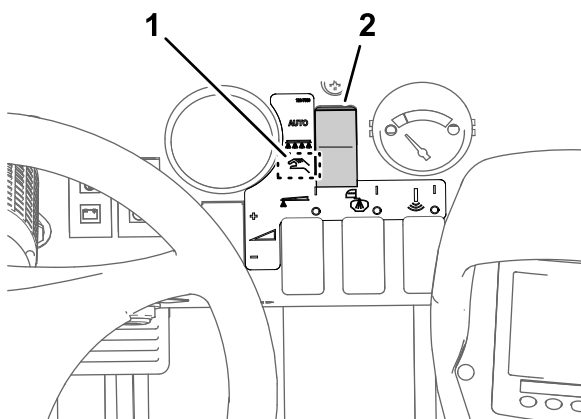

Figura 45
4. Spostate l'interruttore della modalità irroratrice in posizione manuale (Figura 45).
5. Girate la manopola della valvola di intercettazione del bypass delle sezioni sulla posizione chiusa (Figura 45).
7. Premete il pulsante 2 per andare alla fase successiva (Figura 45).